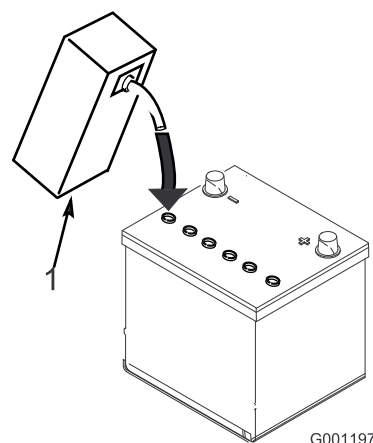

Figura 4
3. Llene cuidadosamente cada celda con electrolito hasta que las placas estén cubiertas de aproximadamente 1/4 pulgada de fluido (Figura 4).
4. Espere aproximadamente 20 – 30 minutos para que el electrolito penetre en las placas. Rellene si es necesario para que el electrolito llegue a una distancia de aproximadamente 6 mm (1/4 pulgada) del fondo del hueco de llenado (Figura 4).